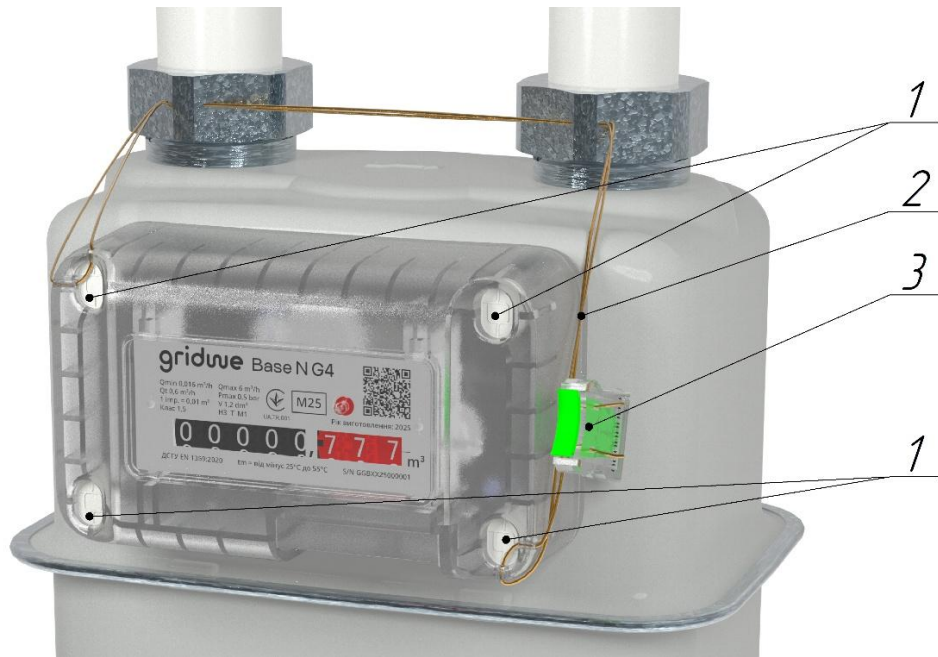

Рисунок 4 – Рекомендована схема пломбування лічильників
6.1. Від несанкціонованого втручання лічильник захищений метрологічними пломбами-заглушками з відбитками тавр виробника (Рисунок 4).